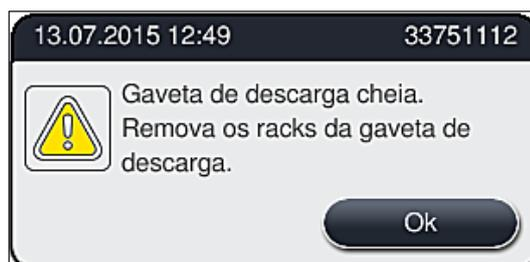

Fig. 86
- A gaveta de descarga deve ser aberta e os racks removidos imprescindivelmente antes da mensagem de aviso ser recebida indicando que a estação de descarga esteja completamente ocupada (→ "Fig. 86"). O não atendimento da mensagem de aviso impossibilita o transporte de outros racks para as estações de descarga. Desvios nos tempos da etapa e atrasos no processo de coloração podem alterar ou até invalidar os resultados da coloração.